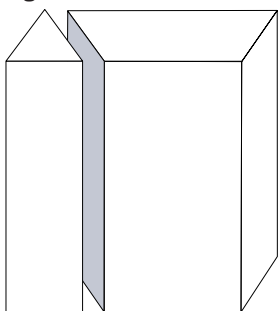

Fig. 5
- Effectuez d'abord une découpe d'onglet avec l'inclinaison correspondante (voir découpes d'onglet Fig. 5 - 7).